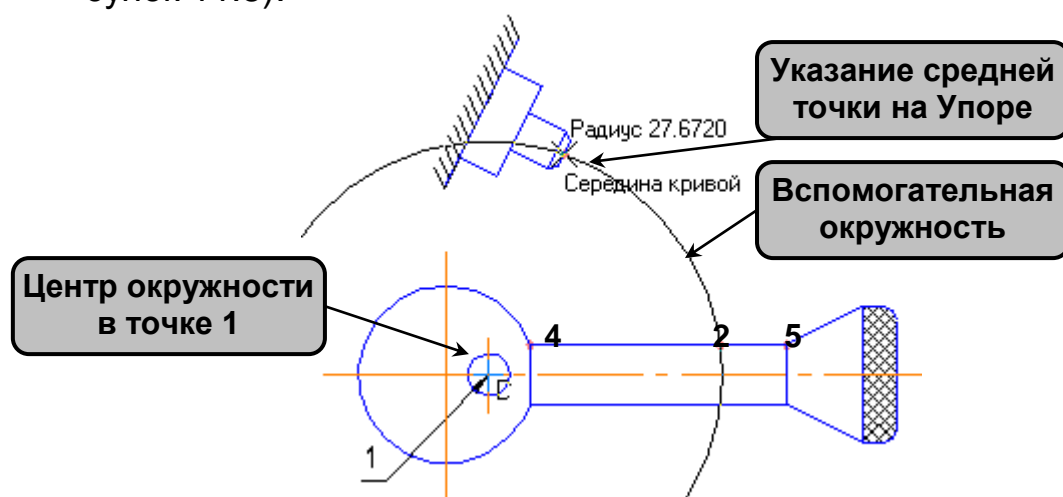

Рисунок 11.5 Задание параметров поворота объектов
1.3 В ответ на запрос системы **Укажите точку центра окружности или введите ее координаты** укажите точку 1 на Рычаге. Именно она будет использована в качестве центра поворота (рисунок 11.5).